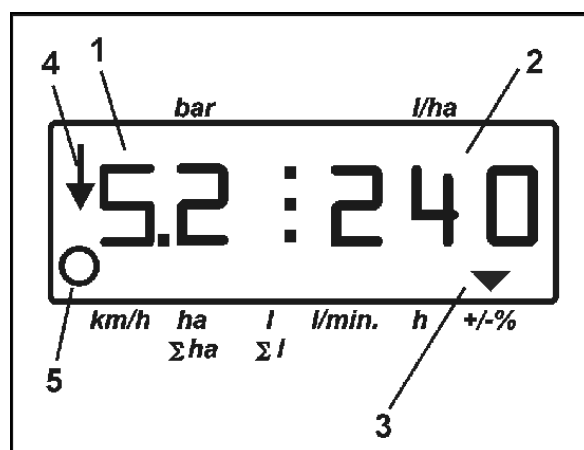

Fig. 13
- Mens markarbejdet er i gang, viser displayet Fig. 13/...
- o Sprøjtetryk (1)
- o Aktuel sprøjtemængde (2)
- o Maskine i arbejdsstilling (4)